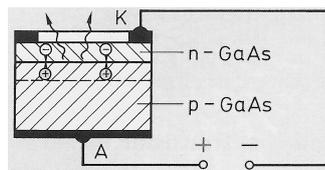
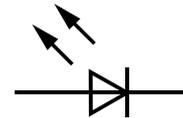

Abb.24: Aufbau Lumineszenzdiode
Abb.23: Lumineszenzdiode
**Lumineszenz-** oder **Leuchtdioden (LED)** (Abb.23 und 25) sind ähnlich aufgebaut wie Fotodioden.
An eine dicht unter der Oberfläche liegenden, großflächigen Grenzschicht (Abb.24) wird eine Spannung angelegt.
Für nachfolgende Schaltung (Abb.23) gilt:  $R_1 = R_2 = 200 \Omega$ ,  $r_F = 50 \Omega$  und  $U_S = 0,6 \text{ V}$ . Die anliegende Spannung ändert zeitlich. Der Verlauf  $U = U(t)$  ist in einem Diagramm dargestellt (Abb.24). Berechne die benötigten Zahlenwerte für den Verlauf  $I = I(t)$  und zeichne den Verlauf in ein Diagramm.